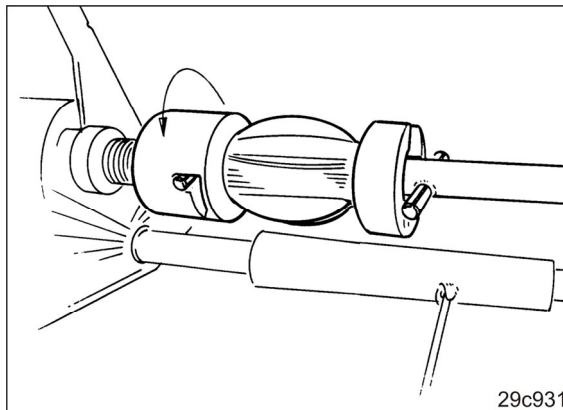

Fig. 209
3. Koble ut såakselens venstre halvdel (Fig. 209)